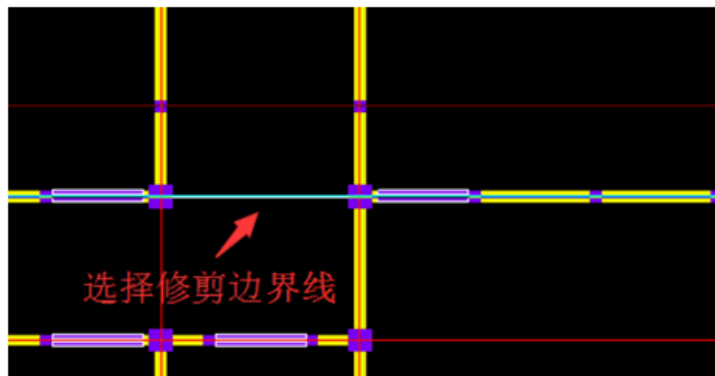

图 2-31 选择需要修剪的边界线
② 单击鼠标左键，选择需要修剪的边界线，如图 2-31 所示。